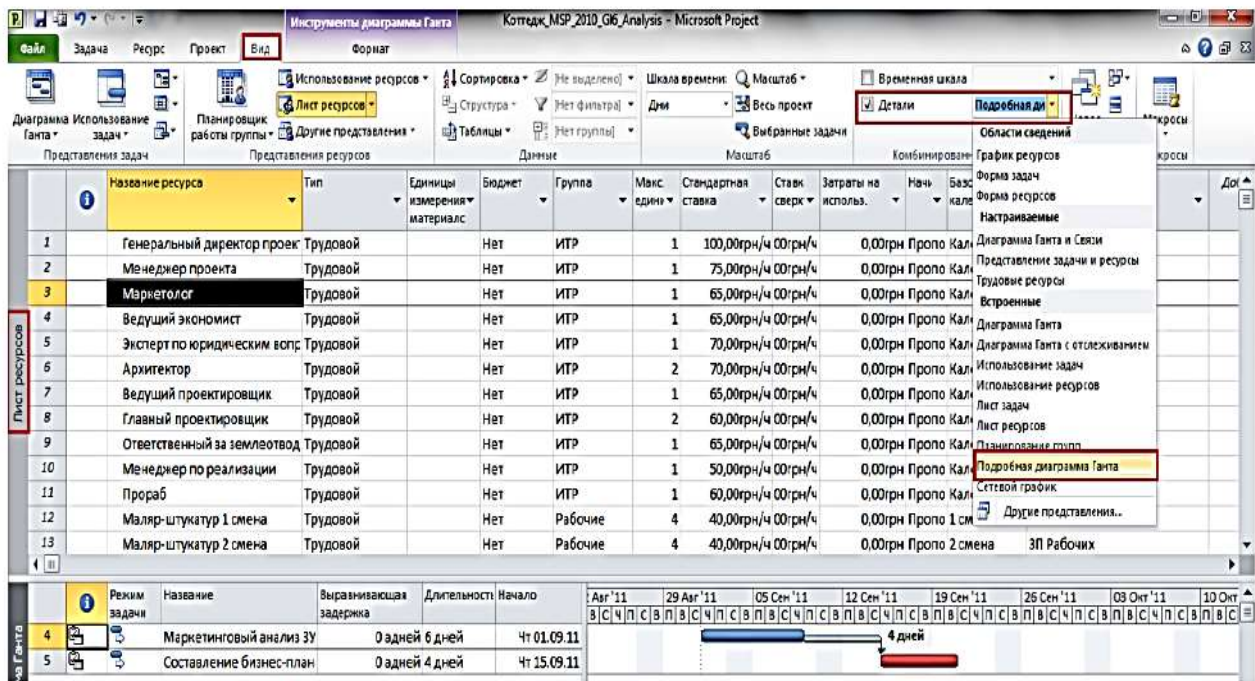

Рис. 51. Критичний шлях ресурсів
2. На закладці "Вид" в області "Комбінований режим" поставити галочку "Деталі" і вибрати, наприклад, "Детальна діаграма Гантта" (рис. 51).
Тепер під час вибору того чи іншого ресурсу (трудового, матеріального або витратного) у нижній частині буде відображатися на діаграмі Гантта список завдань, на яких призначений обраний ресурс, і у випадку, якщо завдання критичне, воно буде виділене червоним кольором, якщо не критичне, то праворуч від завдання буде виведена інформація про його резерв за часом (рис. 51).